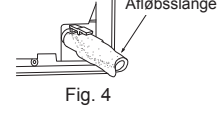

Fig. 4
- Sæt afløbsslangen helt ind i afløbsfordybningen bagest til højre på indendørsenheden. (Fig. 4)
- Sæt afløbsslangen i manchetten til væghullet (C), og fastgør indendørsenhedens øvre del på installationspladen (1). Flyt dernæst indendørsenheden helt til venstre for at lette rørføring bag på enheden.